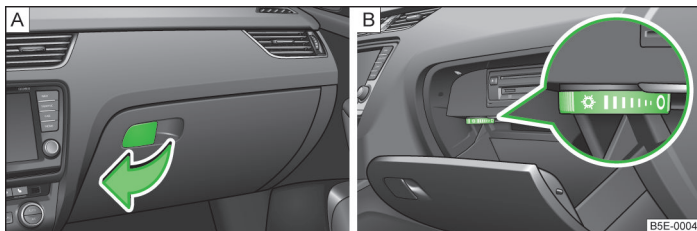

Fig. 72 Deschideți compartimentul de depozitare / operați răcirea comparti-
- Trageți mânerul clapetei în sensul săgeții » fig. 72 - A și rabatați clapeta în jos.
- Cu comutatorul rotativ » fig. 72 - B se deschide, respectiv se închide admisia ae-